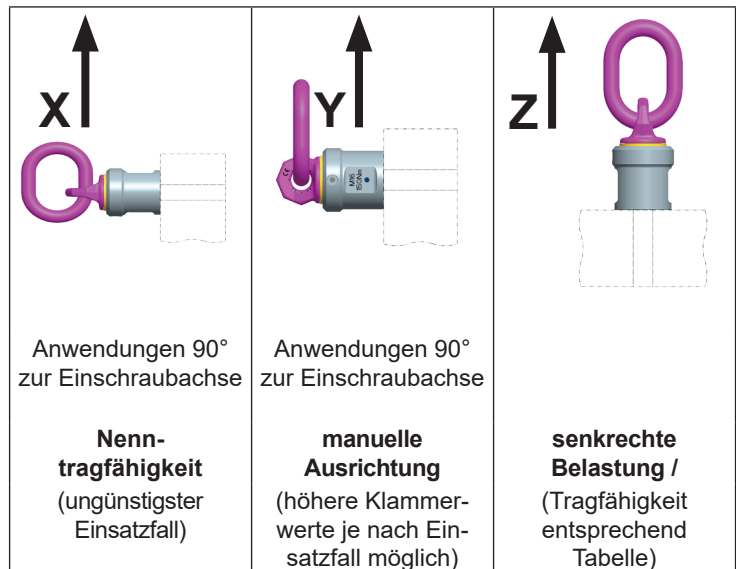

Abb. 9: Belastungsrichtungen
- Auf dem Bauteil ist die Nenntragfähigkeit angegeben. Die Nenntragfähigkeit entspricht dem ungünstigsten möglichen Einsatzfall (siehe *Abb. 9 – Bild X*).
- Beim Drehen unter 90° zur Einschraubachse (*Abb. 9 Bild X und Y*) ist die Tragfähigkeit je VWBM auf die Nenntragfähigkeit begrenzt.
- Bei manuell ausgerichteter Aufhängeöse/ Aufhängeglied (siehe *Abb. 9 - Bild Y*) können die höheren (-)Werte aus *Tabelle 3* angesetzt werden, wenn nicht gedreht oder gewendet wird.
Wird der VWBM ausschließlich senkrecht belastet (in Axial-Richtung des Gewindes, siehe *Abb. 9 - Bild Z*), können die entsprechenden Tragfähigkeitswerte aus *Tabelle 3* (Neigungswinkel 0°) angesetzt werden.
Eine Dauer-Drehbewegung unter Last ist jedoch in keiner Belastungsrichtung (Abb. 9) zulässig.
- Beim Drehen unter 90° zur Einschraubachse (Abb. 9 Bilder X und Y) ist die Tragfähigkeit je VWB auf die Nenntaugfähigkeit begrenzt (Tabelle 3: Spalten mit Neigungswinkel 90°).
- Beim Drehen unter 90° zur Einschraubachse ist die erhöhte Tragfähigkeit „Y“ **nicht** zulässig (Abb. 9 – Bild Y / Klammerwert in Tabelle 3).
- Beim Drehen ausschließlich senkrecht zur Einschraubachse (Abb. 9 – Bild Z) können die entsprechenden Tragfähigkeitswerte aus Tabelle 3 (Neigungswinkel 0°) angesetzt werden.